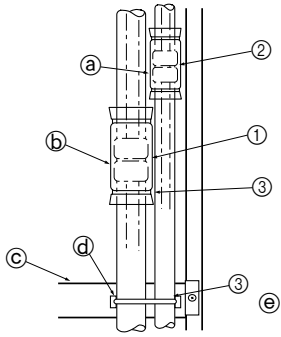

Fig. 4-5
Gaz ve soğutma borularının, ① ve ② genişletme alev bağlantı noktalarını tam olarak yalıtın. Eğer bağlantı noktalarının herhangi bir bölümü açıkta kalırsa, yoğunlaşmaya bağlı olarak damlamalar meydana gelebilir. (Fig. 4-5)
- Gaz borusu yalıtımı ① ve sıvı borusu yalıtımını ②, kaymayacak ve bir birleriyle aynı hizada olacak şekilde her iki ucundan da sıkıştırın.
- Yalıtım malzemesini taktıktan sonra, soğutma borusunu çerçeveye (boru bağlantı noktası bölümünün altından) tutturmak için bir bant ③ kullanın. Bu işlem, soğutma borusunun çerçeveden yukarı kalkarak çıkmasını engelleyecektir. (Soğutma borusu çerçeveden çıktığında, ızgara monte edilemez.)